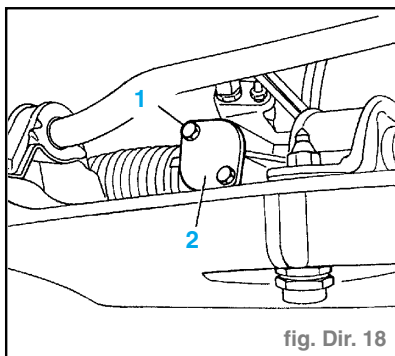

fig. Dir. 18
- Dévisser les vis 1 et enlever le couvercle 2, y compris les cales de réglage et le joint. (fig. Dir. 18)